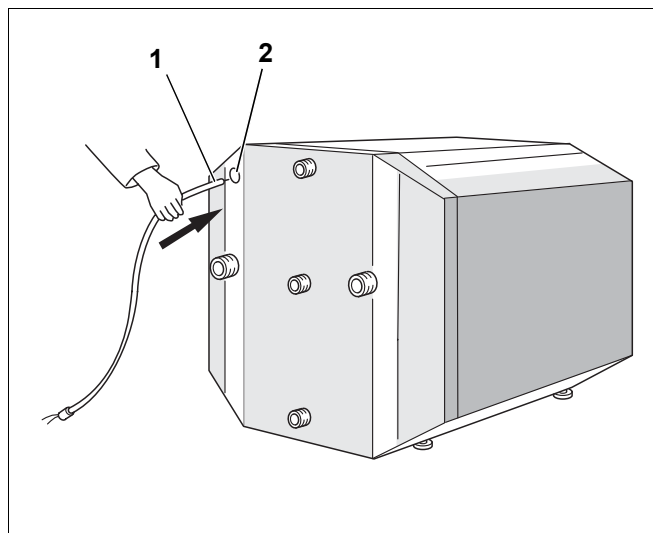

Рис. 9 Установка датчика температуры
- Ввести датчик (рис. 9, **поз. 1**) с задней стороны бака в отверстие кабельного канала (рис. 9, **поз. 2**). Для типа LT300 нужно удлинить провод датчика, используя для этого входящий в поставку провод.